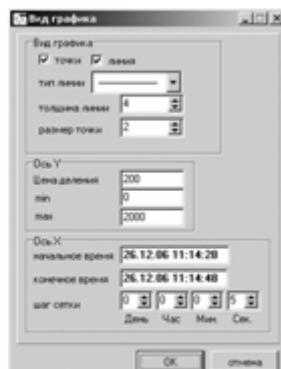

Рис.23
- **кнопка вид графика** - выводит диалоговое окно (рис.23), которое позволяет изменять отображение графика точками и линией (при этом можно задавать толщину линии и размер точек), изменять цену деления по осям, переносить точку начала отсчета для наглядности общего вида графика.